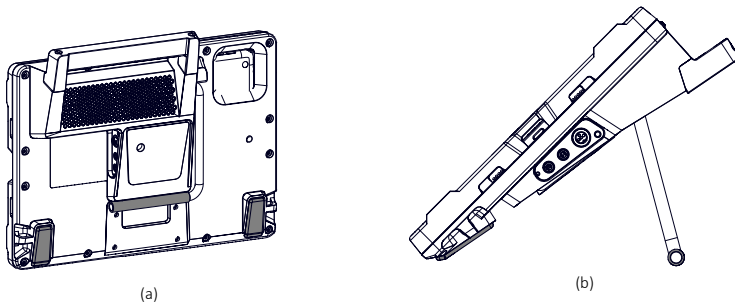

Abb. 4.5 Stehend (a) Kontaktpunkte (Standbügel 19 und gummierte Füße 21), und (b) Nutzungswinkel 35°-45°
Mit Hilfe des eingebauten Standbügels (19) kann der Rehadapter™ auf ebenen Oberflächen mit einem variablen Nutzungswinkel von 35° - 45° stehen (**Abbildung 4.5**). Die Standfüße und der Standbügel sorgen für Rutschfestigkeit.